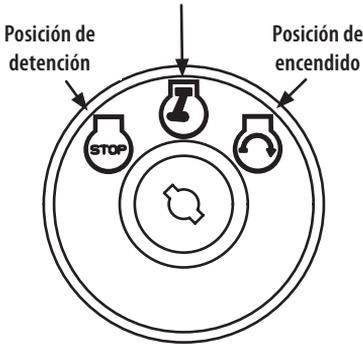

Figura 4
2. Mueva la palanca de cambios a la posición neutral (N).
4. Gire la llave de encendido en el sentido de las agujas del reloj hasta la posición START (encendido). Una vez que arranque el motor, suelte la llave. Volverá a la posición RUN (funcionamiento). Vea la Figura 4.
4. Gire la llave de contacto hacia la derecha a la posición MARCHA. Vea la Figura 4.